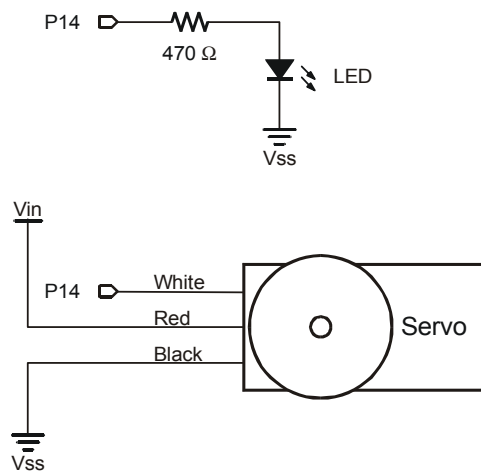

Figura 4-12
La Figura 4-12 mostra lo schema elettrico per i circuiti del Servomotore e del LED sulla Board of Education Rev B. le istruzioni che seguono vi guideranno a costruire in maniera sicura questo circuito sulla Board of Education Rev B.
- ✓ Costruite il circuito del LED mostrato in Figura 4-12.